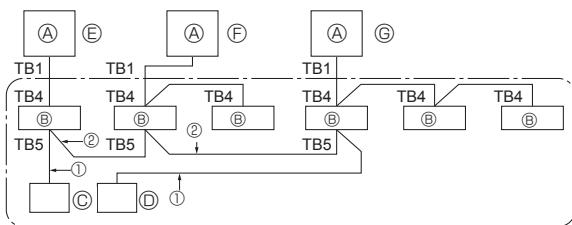

Fig. 9-1
9. Sistema de control (Fig. 9-1)
| 9. Controllo del sistema (Fig. 9-1) | 16 |